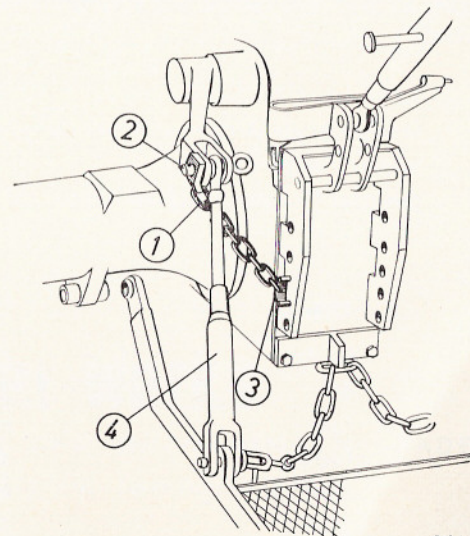

Bild 17
In „**Lageregelung**“ kann die Anhängeschiene auf jede gewünschte Höhe mittels Handhebel H1 am Steuergerät (s. Bild 5) eingestellt werden. In der Bewegung **nach unten** ist die Anhängeschiene hydraulisch gefesselt, **nach oben** (s. Bild 17) wird sie durch eine Sperrkette (1), die am Gelenkbolzen (2) des linken Hubarmes eingehängt ist, festgehalten. Das ist notwendig um zu verhindern, daß Einachsgeräte, wenn sie hecklastig gebaut sind und nach hinten kippen, die Anhängeschiene hochheben.